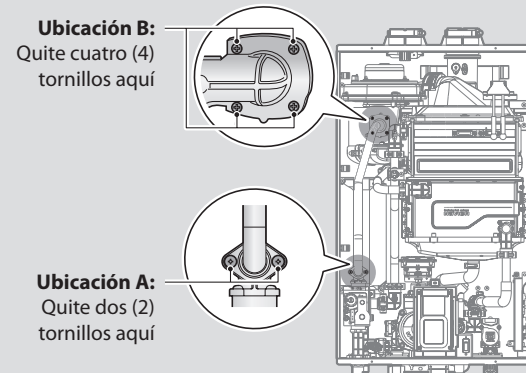

Figura 3. Separación de la Válvula de Gas del Tubo de Entrada de Gas y el Conjunto del Motor del Ventilador
4. Utilice un destornillador Phillips para quitar los dos tornillos de la ubicación A: la conexión bajo la Válvula de Gas donde se conecta al tubo. Consulte la Figura 3 como referencia. Una vez quitados los tornillos, separe cuidadosamente el tubo de la Válvula de Gas.